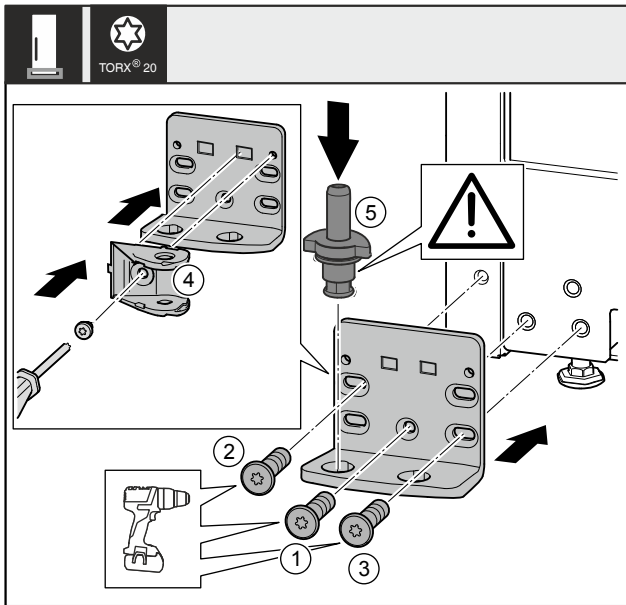

Fig. 33
- Lagerbock auf der anderen Seite ansetzen und mit Hilfe eines Schraubendrehers anschrauben. Mit Schraube Fig. 33 (1) unten in der Mitte beginnen.
- Schraube Fig. 33 (2) und Schraube Fig. 33 (3) festschrauben.
- Schließdämpferverbindung Fig. 33 (4) um 180° drehen. Auf der anderen Seite des Lagerbocks mit Schraubendreher anschrauben.
- Lagerbolzen Fig. 33 (5) komplett einsetzen. Dabei darauf achten, dass der Rastnocken nach hinten zeigt.